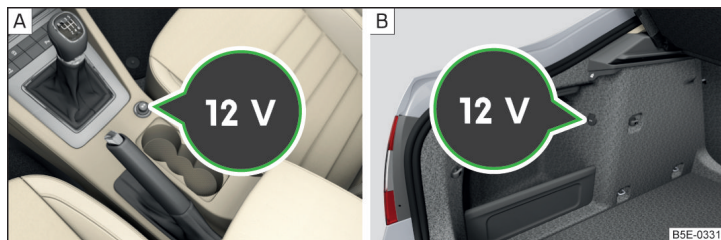

Fig. 92 Cubierta del enchufe de 12 voltios: en la consola central delantera / en el maletero
Lugares de instalación de los enchufes de 12 voltios » fig. 92
» Retirar la cubierta de la caja de enchufe » fig. 92 - **A**.
- » Abrir la cubierta de la caja de enchufe » fig. 92 - **B**.